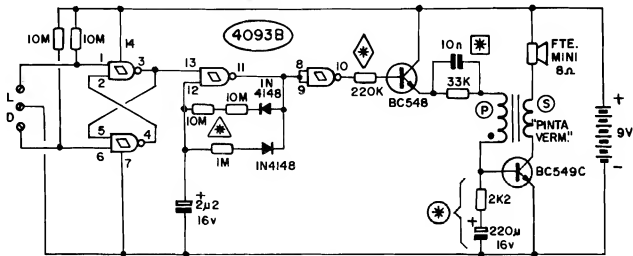

Fig.1
- **FIG. 1 - O CIRCUITO** - O diagrama esquemático do PIAU mostra a sua simplicidade, e também a nítida "inspiração" no PINTO original (APE 24)... Podemos mais facilmente analisar o circuito dividindo-o em três blocos funcionais: um de gerador do "piado", estruturado em torno dos dois transformadores, outro de "intervalador" dos piados (em torno dos dois gates centrais de 4093) e, finalmente o de chaveamento eletrônico, sensível ao toque, montado em torno dos dois primeiros gates (esquerda do Integradado 4093... O circuito oscilador do bloco gerador do "piado" é